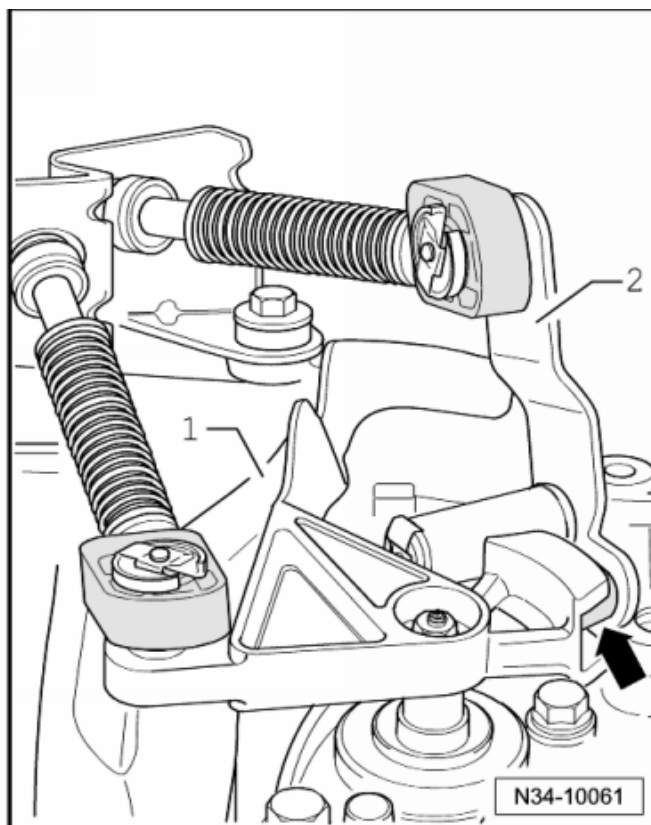

Abb. 6: Einbaulage Kabelbinder für Seilzugbefestigung ►
- ☐ mit Kabelbinder am Wählseilzug befestigen ⇒ Abb. 6 in **34-1** Seite 14